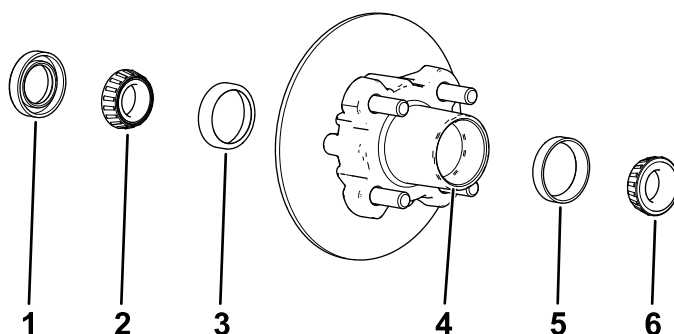

Bild 38
1. Nehmen Sie das Außenlager und den Lagerring von der Radnabe ab (**Bild 38**).
2. Nehmen Sie die Dichtung und das Innenlager von der Radnabe ab (**Bild 38**).
5. Entfernen Sie Fett, Schmutz und Rückstände aus dem Hohlraum der Radnabe (Bild 38).
7. Füllen Sie den Hohlraum der Nabe zu 50 % bis 80 % mit der angegebenen Fettsorte (Bild 38).
8. Montieren Sie das Innenlager auf dem Lagerring an der Innenseite der Nabe und setzen Sie die Dichtung ein (Bild 38).